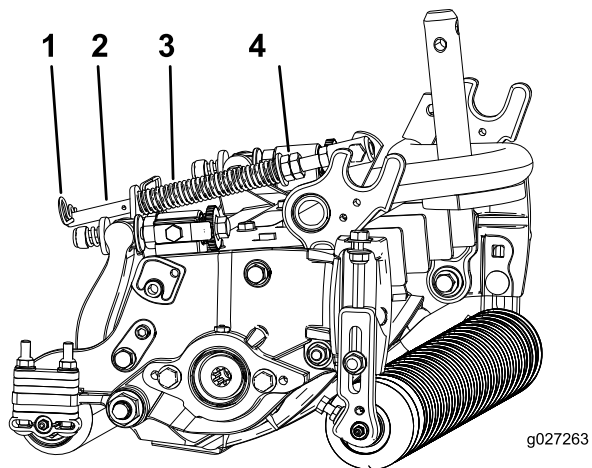

図 19
1. スプリングロッドの後穴にヘアピンコッターを忘れずに取り付けてください 図 19。
2. スプリングロッド前部の六角ナットを締めて、スプリング圧縮状態の長さが15.9 cm になるようにする 図 19。